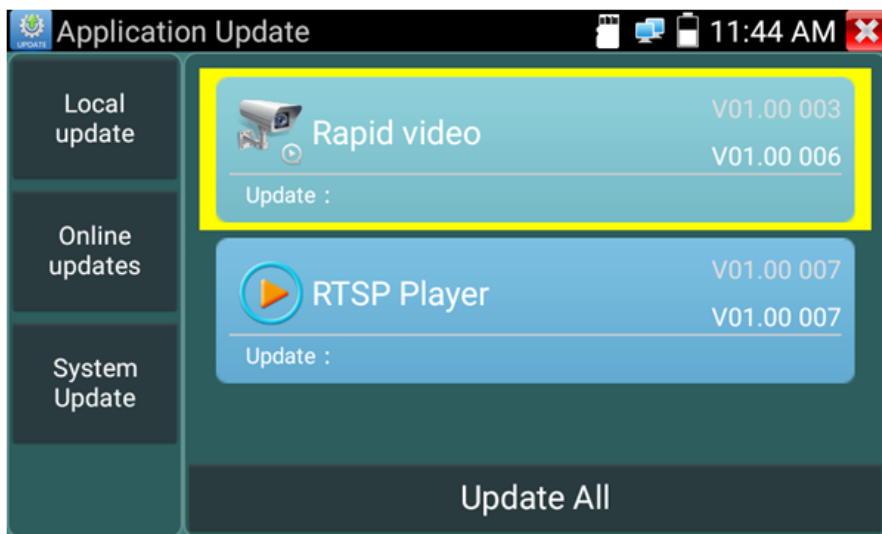

Рис. 122 Интерфейс приложения «Обновление» (Update)
1. Скопируйте файл обновления, заранее полученный через обращение к тех.поддержке WWW.TEZTER.RU на карту памяти в директорию Update. Если такой директории на карте памяти нет, создайте ее самостоятельно. Найдите ярлык приложения «Обновление» (Update) на рабочем столе тестера и запустите его, рис. 122